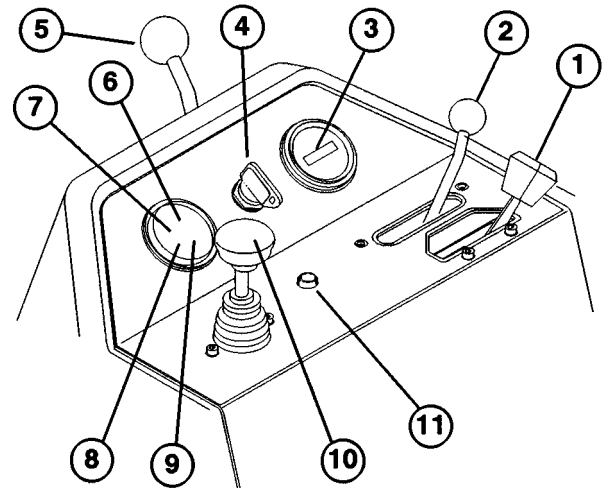

Fig. 10
**Gasregulator** (Fig. 10)—Gasregulatoren bruges til at regulere motorens hastighed. Når gasregulatoren føres mod "HURTIGT" (FAST), øges motorens omdrejningstal; når gasregulatoren føres mod LANGSOMT (SLOW), mindskes motorens omdrejningstal.
**Funktionshåndtag** (Fig. 10)—Giver to (2) manøvreringsvalg og "FRISTILLING" (NEUTRAL). Man må godt skifte fra klipning til transport og fra transport til klipning (ikke til fristilling), mens Greensmaster 3200-D maskinen er i bevægelse. Det vil ikke medføre nogen beskadigelse.
**Timetæller** (Fig. 10)—Registrerer det totale antal timer, maskinen arbejder. Timetælleren træder i funktion, hver gang tændingsnøglen tilsluttes (ON).
**Tændingskontakt** (Fig. 10)—Sæt nøglen i kontakten og drej den med uret til "START" for at starte motoren. Slip nøglen, så snart motoren starter; nøglen bevæger sig så til "TILSLUTTET" (ON) stilling. Drej nøglen mod uret til "AFBRUDT" (OFF) for at standse motoren.
**Låsearm til styrehåndtag** (Fig. 10)—Drej armen bagud for at udløse den. Løft eller sænk derefter styrehåndtaget, så det er i en behagelig stilling. Drej så armen fremad for at
**Kontrollampe for kølevæsketemperatur** (Fig. 10)—
(Fig. 10)—Hvis motoren afbrydes, fordi temperaturen bliver for høj, skal man trykke på omløbsknappen og holde den nede, mens maskinen kan flyttes til et sikkert sted, hvor den så skal have lov til at køle af.
**Gløderørslampe** (Fig. 10)—Når denne lampe lyser, betyder det, at gløderørene er aktiverede.
**Batteriadvarelselampe** (Fig. 10)—Lampen lyser, hvis batteriets opladning er lav.
**Kontrollampe for lavt olietryk i motoren** (Fig. 10)—Lampen lyser, hvis motorens olietryk er faldet under et sikkert niveau.
**Løfte/sænke/klippe-håndtag** (Fig. 10)—Hvis håndtaget føres fremad under kørslen, sænkes klippeenhederne og knivcylindrene begynder at dreje. Føres håndtaget bagud, standser knivcylindrene og klippeenhederne løftes. Under kørslen kan knivcylindrene standses ved at trække håndtaget bagud et øjeblik og så slippe det. Knivcylindrene startes igen ved at føre håndtaget fremad.